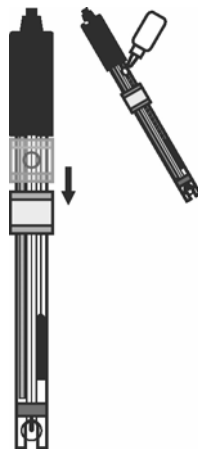

Рис.2
5.3 Уровень электролита в электроде должен поддерживаться в пределах показанных на рис. 2. При необходимости электролит следует доливать в электрод через заливочное отверстие.